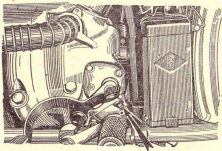

Рис. 172. Нижний регулировочный винт коробки передач тяжелых мотоциклов (указан стрелкой).
1) при ножном переключении с нижней передачи на высшую ручной рычаг легко перемещается несколько вперед и только после этого фиксируется положение ножной педали; при выключении ножным переключением высшей передачи во время езды эта передача самопроизвольно выключается, тогда как включение той же передачи ручным переключением исключает самопроизвольное выключение. Для устранения этой неисправности нужно отпустить контргайку и вывернуть нижний регулировочный винт коробки передач на 1—1,5 оборота (рис. 172).